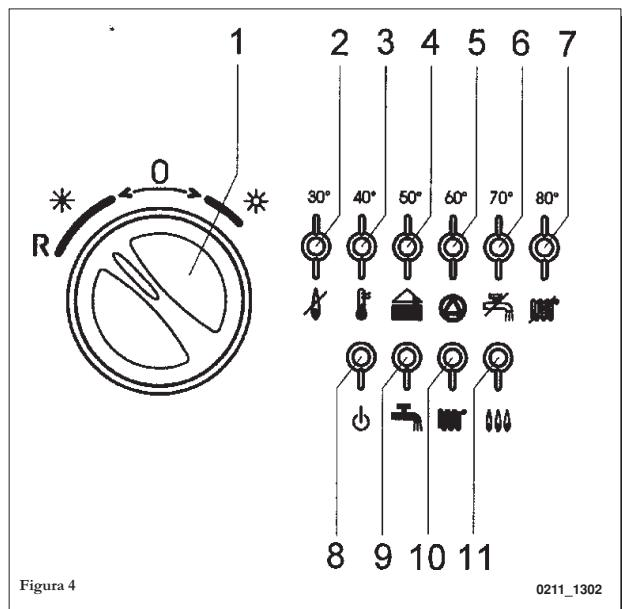

Figura 4
- 3) Răsuciți butonul (1) selectorului, setând funcționarea centralei termice în poziția Vară (☀) sau Iarnă (❀);
- 4) Răsuciți butoanele dispozitivelor de reglare a temperaturii în circuitul de încălzire (12) și de apă caldă menajeră (13) pentru aprinderea arzătorului principal.
Avertisment: La prima aprindere, dacă aerul din conductele de gaz nu a fost evacuat în totalitate, există posibilitatea ca arzătorul să nu se aprindă, fapt urmat de blocarea centralei termice. În acest caz se recomandă repetarea operațiunilor de aprindere, până ce gazul va ajunge la arzător, poziționând, pentru un interval scurt de timp, butonul (1) în **R** (v. figura 4).